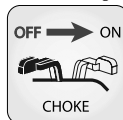

Fig. 5
8. Aprire l'aria (Fig. 5, posizione "ON").